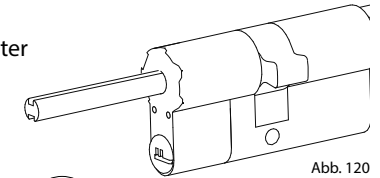

Abb. 120
- < 43 mm = Kein Adapter benötigt (Abb. 120)